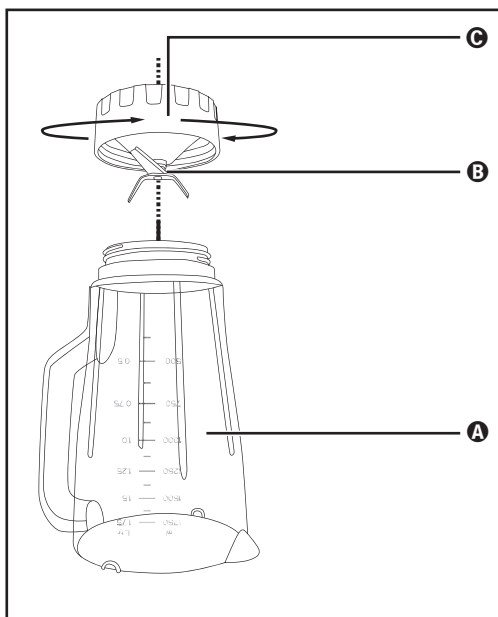

Abb. 3
- 2) Stellen Sie das Gerät auf den Kopf und drehen Sie das untere Plastikteil ② des Mixaufsatzes ③ gegen den Uhrzeigersinn, so dass es sich vom oberen Plastikteil ① des Mixaufsatzes ③ lösen lässt (siehe Abb. 3).